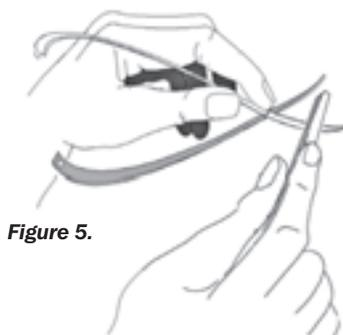

Figure 5.
- 4 Aiguiser toujours dans une seule direction, vers le bord tranchant (Figure 5).